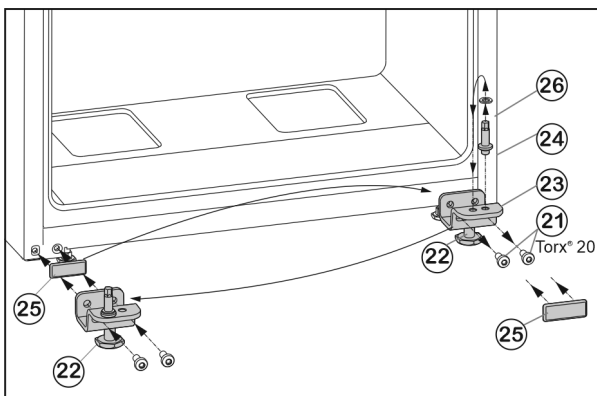

Fig. 7
- ▶ Odvijte pričvrstne vijke Fig. 7 (21).
- ▶ Skinite cijeli podložak ležaja dolje Fig. 7 (23) zajedno sa svornjakom ležaja Fig. 7 (24), pločicom Fig. 7 (26) i podesivom nožicom Fig. 7 (22).
- ▶ Potpuno odvijte svornjak ležaja Fig. 7 (24) zajedno s pločicom Fig. 7 (26), premjestite ga u suprotnu prihvatnu rupu podloška ležaja i ponovo zavijte.
- ▶ Pažljivo skinite poklopac Fig. 7 (25) i premjestite ga na drugu stranu.
- ▶ Cijeli podložak ležaja dolje Fig. 7 (23) zajedno sa svornjakom ležaja Fig. 7 (24), pločicom Fig. 7 (26) i podesivom nožicom Fig. 7 (22) ponovno pričvrstite na novoj strani šarke, po potrebi uz pomoć odvijača na baterije (s 4 Nm).
- ▶ Stavite donja vrata odozgo na svornjak ležišta Fig. 7 (24).
- ▶ Podložak ležaja u sredini (13) umetnite u donja vrata okrenut za 180° pa ga pričvrstnim vijcima (11) (2 puta Torx® 20) **pritegnite čvrsto (s 4 Nm)** na novu stranu šarki.
- ▶ Ponovo postavite plastičnu pločicu (10).
- ▶ Odvijte podesivu nožicu Fig. 7 (22) napodlošku ležaja dolje Fig. 7 (23) tako da se podupre o pod.